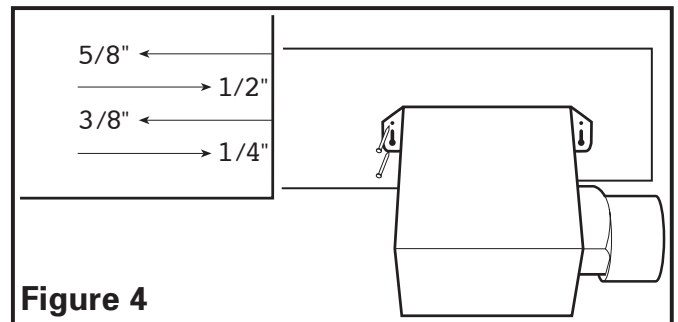
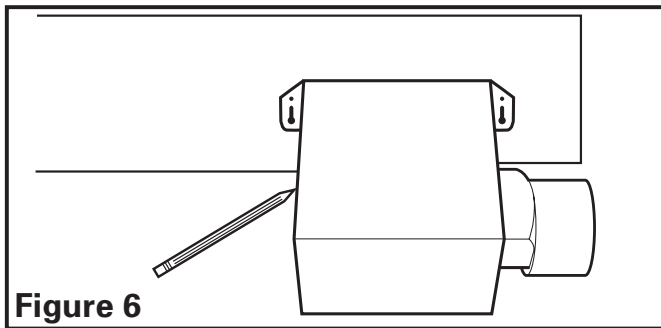

Figure 4
Figure 6
- Installation des Onglets de Montage:** à l'aide des guides sur le châssis du ventilateur, aligner le châssis pour qu'il soit à effleurement avec le plafond fini. Positionner le ventilateur pour que les onglets reposent à plat contre la solive et fixer en place à l'aide de quatre (4) clous (non-comprisés) pour assurer une bonne installation (**Figure 4**).
- Installation des Onglets de montage:** positionner le châssis contre la solive et tracer un contour du châssis sur le matériau du plafond (**Figure 6**). Mettre le châssis de côté et découper l'ouverture, en prenant soin de ne pas couper de câble électrique dissimulé ou autre utilité. Placer le châssis près de la solive et vous assurer qu'il soit à effleurement avec le plafond fini. Fixer avec quatre (4) clous (non-comprisés) pour assurer une installation adéquate (**Figure 4**).